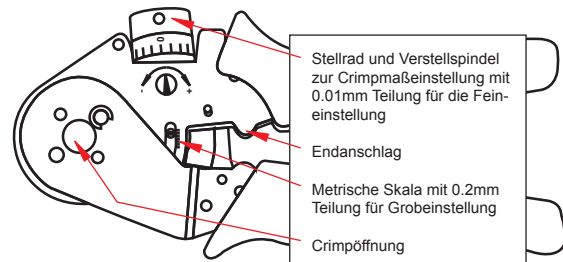

Bild 6 Crimpöffnung und Skala an der Crimpzange (Vorderseite)
- Den F-SMA Steckverbinder zusammen mit dem LWL-Kabel bis zum Anschlag in die Crimpöffnung der Crimpzange (s. Bild 6) stecken, bei leichtem Druck auf LWL-Kabel und Steckverbinder, Zange schließen bis diese hörbar entriegelt.